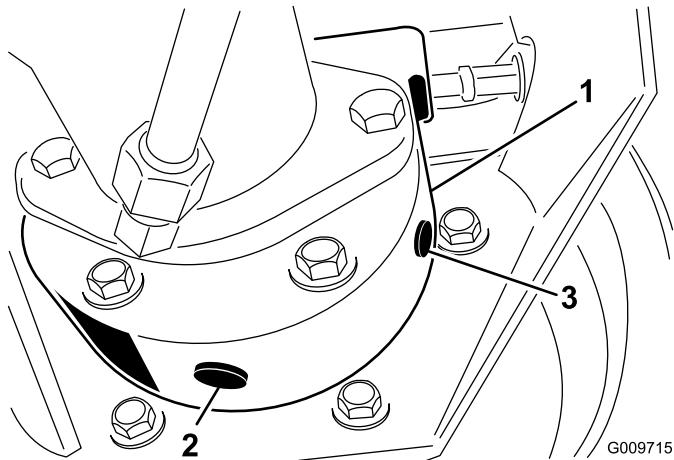

Figure 43
- Placez un autre bac de vidange sous le carter de frein de l'autre côté de la roue (Figure 43).